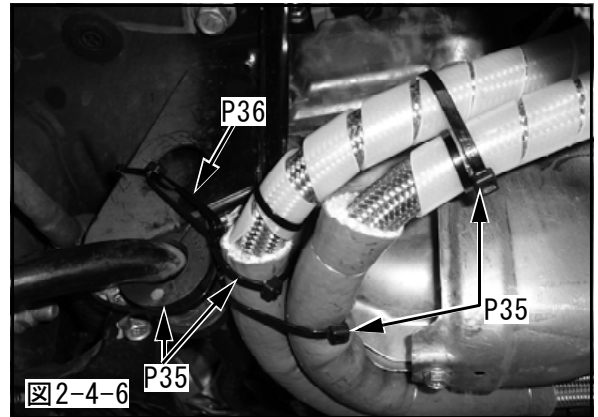

図2-4-6
(9) オイルクーラホースNo.1, オイルクーラホースNo.2がエキゾーストマニホールド及びボディに干渉しないよう、タイラップ(大), タイラップ(中), ワイヤ等で固定してください。(図2-4-6, 図2-4-7)